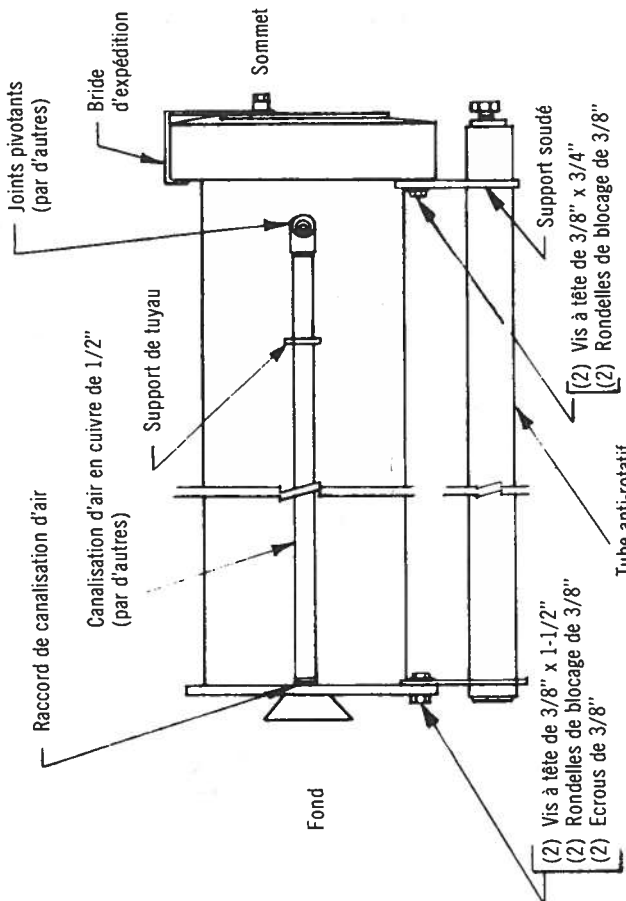

FIG. 1
2. Fixez le support soudé de la partie non-pivotante à la partie inférieure de la flasque de vérin avec les vis de 3/8" x 3/4" et les rondelles de blocage. Faites glisser le second support jusqu'à la plaque inférieure du vérin et fixez-la à l'aide de vis à tête de 3/8" x 1-1/2", d'écrous et de rondelles de blocage. Placez une longueur suffisante de tuyauterie de canalisation. D'air de 1/2" au raccord inférieur de vérin. Voir la figure 1 et dessin SK3038.
**IMPORTANT** — VERIFIEZ QUE LA PARTIE NON-PIVOTANTE EST FIXEE A LA PARTIE INFERIEURE ET LA PARTIE SUPERIEURE DU VERIN ET PLACEE A ANGLE DROIT PAR RAPPORT A LA DIRECTION DE DEPLACEMENT DES VEHICULES. Voir le dessin SK3038 et la figure 1.